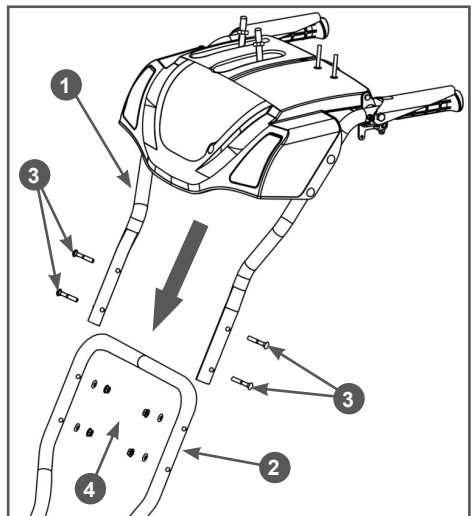

Рис. 5 Установка рукояток
3. Совместите отверстия в стойке 2 и рукоятках 1, вставьте в отверстия болты 3 и закрутите гайки 4 (Рис. 5).